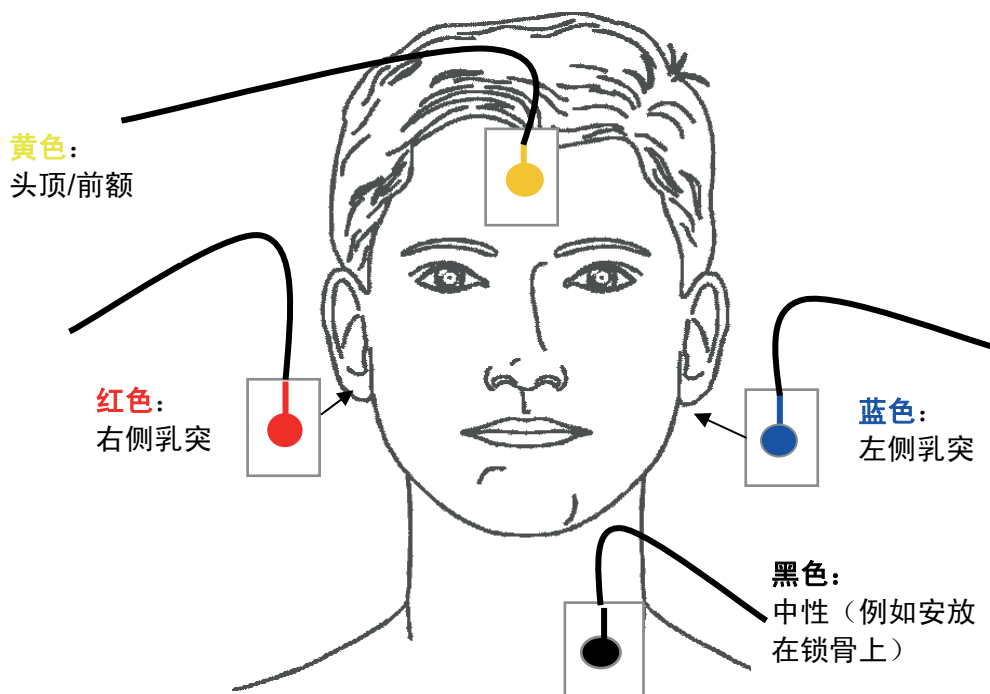

图 5: 电极位置 (2 通道)
- 在图 5 中标记的位置处，使用皮肤清洁膏为患者皮肤做好准备工作。
- 使用“夹式插头”将电极连接到电极电缆，并将电极放置到图 5 中标出的位置。确保将每个电极放置在图 5 所示的正确位置或等同位置。